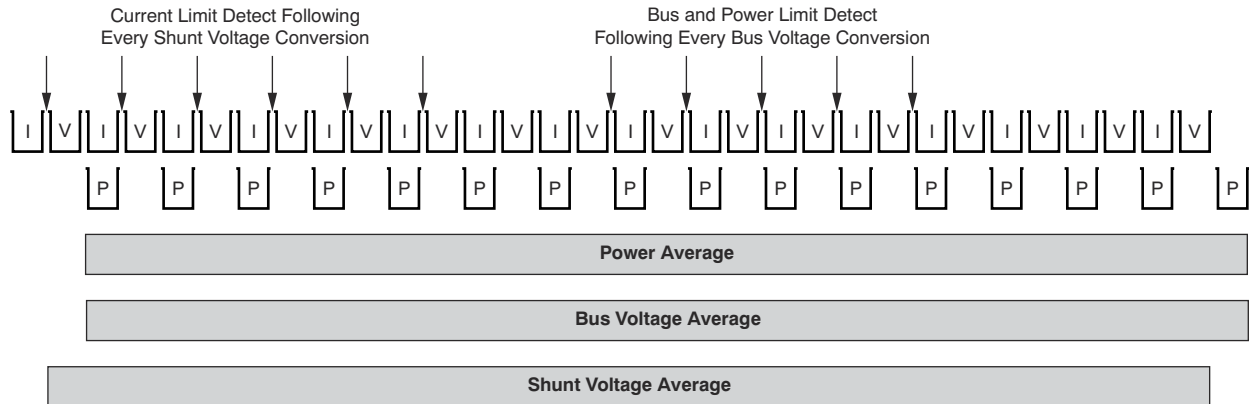

図 7-1. 電力の計算方式
**図 7-1** は、シャント電圧とバス電圧の測定の後で、電流と電力が計算されることを示しています。電力は、前回の電流の計算結果と最新のバス電圧の測定値に基づいて計算されます。**Calibration** レジスタにロードされる値が 0 の場合、通知される電力値も 0 になります。電流値と電力値は中間結果とみなされ (平均化が 1 に設定されていない限り)、内部の累積レジスタに格納されます。すべての測定サンプルの後で、新たに計算された電流値と電力値は、すべてのサンプルの測定と平均化が完了するまで、この累積レジスタに追加されます。すべてのサンプルが測定され、対応する電流と電力の
アラート制限レジスタの値が、対応する変換値と比較される、相対的なタイミングについては、図 7-1 を参照してください。たとえば、イネーブルされているアラート機能がシャント電圧の上限 (**SOL**) なら、シャント電圧の変換ごとに、アラート制限レジスタの値が測定されたシャント電圧と比較され、測定値がプログラムされた制限を超えたかどうか判定されます。**AFF** ビット (**D4**、マスク / イネーブル・レジスタ) は、測定された電圧がアラート制限レジスタにプログラムされた値を超えると、常に **High** にアサートされます。アサートされる **AFF** ビットに加えて、アラート極性ビット (**APOL**、**D1**、マスク / イネーブル・レジスタ) に基づいて **ALERT** ピンがアサートされます。アラート・ラッチがイネーブルなら、構成レジスタが書き込まれるか、マスク / イネーブル・レジスタが読み出されるまで、**AFF** ビットおよび **ALERT** ピンはアサートされたままです。